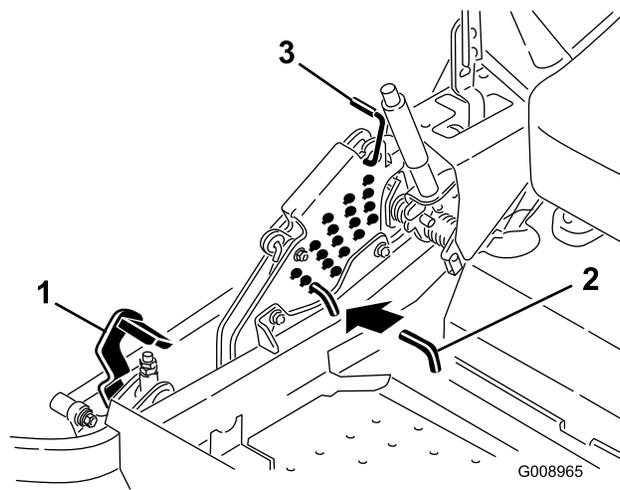

Figura 86
5. Empuje el pedal de elevación de la plataforma hacia delante del todo; la plataforma se enganchará en la posición de transporte de 14 cm (5-1/2 pulg.) (Figura 86).